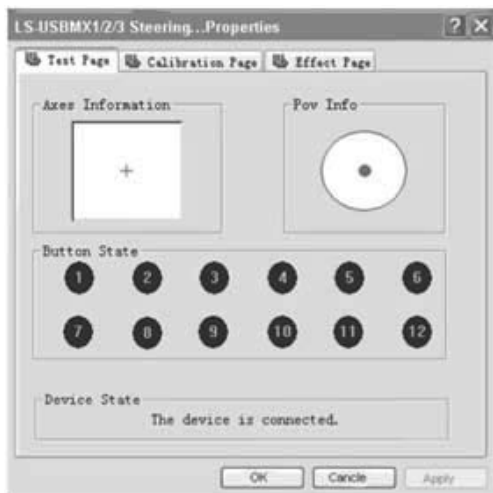

Рис. 7
- *Тестирование осей.* Перейдите на тестовую закладку «Test Page» (см. рис. 7), поверните руль слева направо, убедитесь, что ось X (крест-курсор «+») в окне «Axes Information» переходит слева направо правильно. Если крест-курсор находится не в центре информационного окна, пожалуйста, перейдите на закладку «Calibration Page» и произведите калибровку.
- *Тестирование кнопок.* Нажимая кнопки на руле, убедитесь, что кнопки с 1 по 12 на тестовой закладке «Test Page» (см. рис. 7) будут загораться красным цветом после каждого действия.
- *Тестирование джойстика.* Наклоняя джойстик по каждому из 8 направлений (вверх, вниз, влево, вправо и на 45 градусов в каждом направлении), убедитесь, что курсор в окне «Povinfo» (см. рис. 7) движется правильно.
- Программные кнопки 1, 2, 3, 4, 5, 6, 7 и 8, которым по умолчанию присвоены функции рычага переключения передач ⑨, левого и правого лепестков-переключателей ④, педали газа ②, педали тормоза ③, кнопок 11 и 12. Какие именно, Вы определите при тестировании. Если по каким-то причинам их нужно перепрограммировать, т. е. присвоить другие функции, следуйте нижеприведенным рекомендациям.
- *Программа установки* (кроме режима NEGCON). Зайдите на тестовую закладку «Test Page» (см. рис. 7), нажмите одновременно кнопки 9 и 10 ⑭. Удерживайте 3 секунды, пока индикатор программы не загорится зеленым. Нажмите кнопку, которую желаете перепрограммировать. Светодиодный индикатор программы начнет мигать. Нажмите программную кнопку. Светодиодный индикатор программы погаснет. Программа установлена.